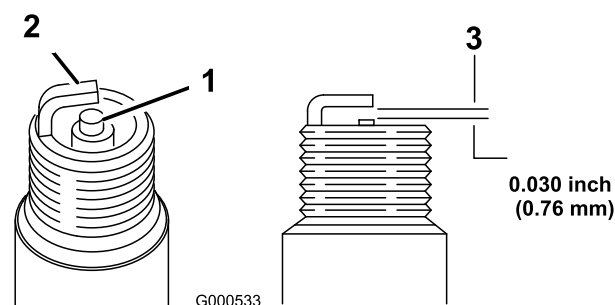

図 53
- すきまゲージでエア・ギャップの点検を行い、隙間の大きさが適切でなければ側面の電極を注意深く曲げて調整する(図 53)。
1. 中央の電極部(図 53)を観察する。